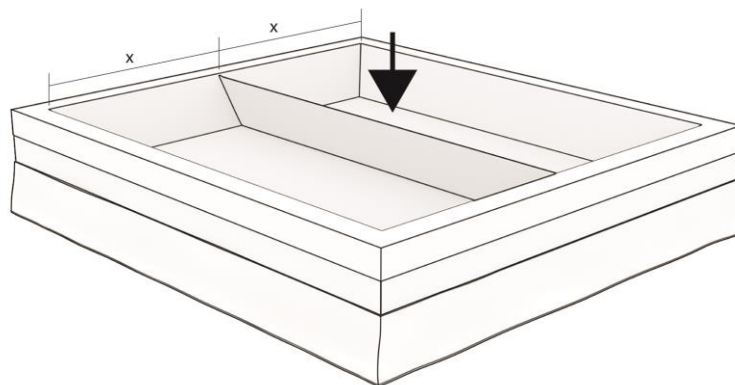

Abbildung 15: Installieren des Dividers.
Schritt 16. Bei einer Duo-Version installieren Sie den Divider genau in der Mitte des Sicherheitsfutters, so dass der Abstand 'x' zum Rand auf beiden Seiten gleich ist, wie in Abbildung 15 dargestellt.